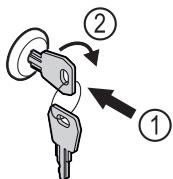

Fig. 172 Beispielhafte Darstellung
- Schlüssel hineindrücken Fig. 172 (1).
- Schlüssel um 90° im Uhrzeigersinn drehen Fig. 172 (2).